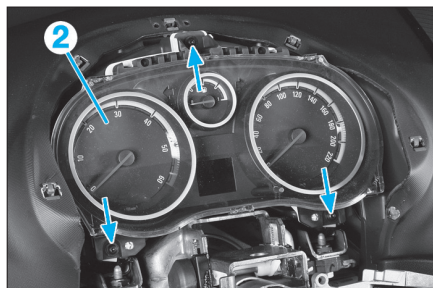

Fig. 20
- Déposer les vis (flèches) (Fig.20).
- Tirer le combiné d'instruments (2) vers l'arrière et débrancher son connecteur.
- Sortir le combiné d'instruments (2).